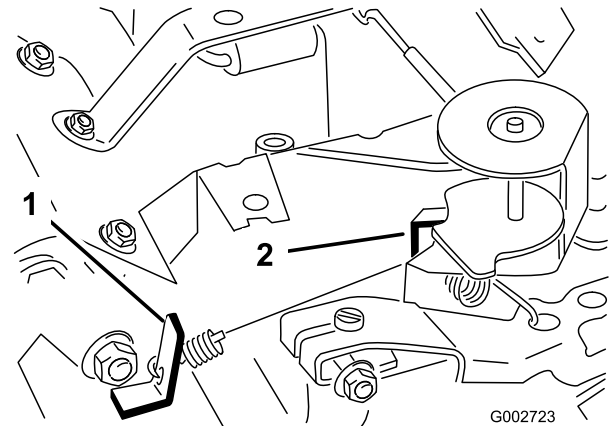

Bild 38
3. Biegen Sie den Anker-Federmitnehmer (Bild 38), um eine Leerlaufgeschwindigkeit von 1725 ± 50 U/min zu erzielen. Prüfen Sie die Motordrehzahl mit einem Drehzahlmesser.
5. Stellen Sie den Gasbedienungshebel auf Schnell“. Biegen Sie den Federankermittelnehmer in der Vollgaseinstellung (Bild 38), bis Sie eine Vollgasdrehzahl von 3400 ± 50 U/min realisieren.